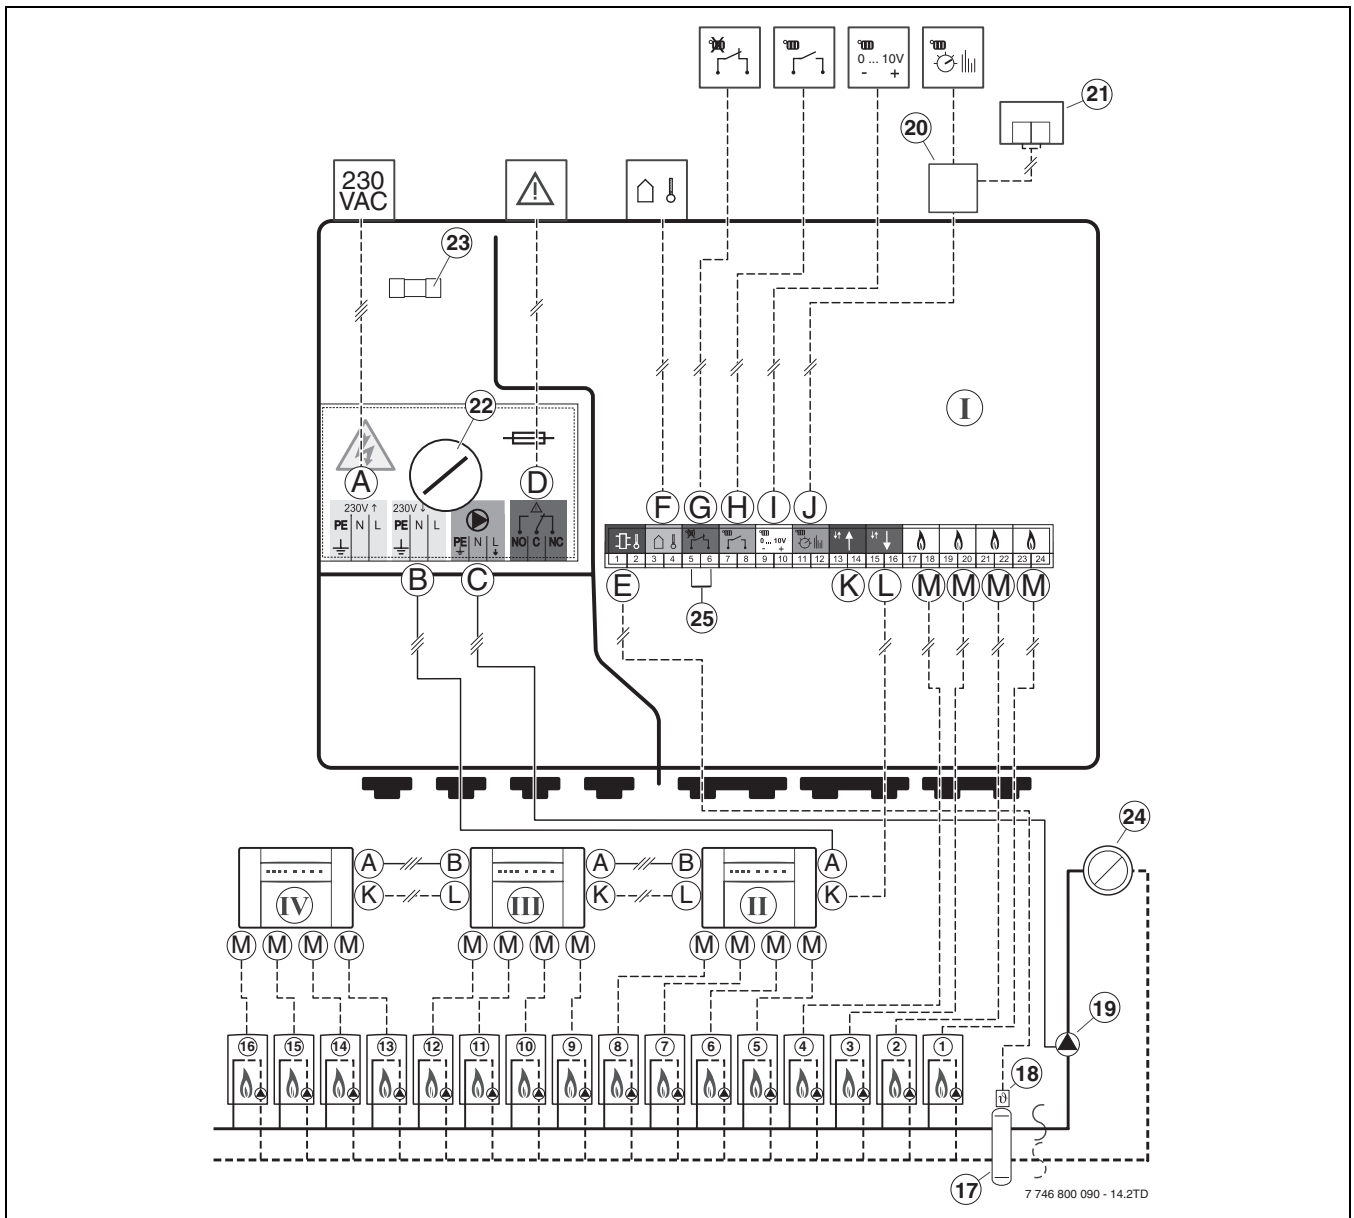

Fig. 5
1) figure 5, page 29
Les modules ICM pilotent les chaudières en fonction des besoins calorifiques calculés par un thermostat. Pour une régulation en fonction des besoins calorifiques, les modules ICM doivent toujours être installés en association avec par le thermostat (→ figure 5, bornes H, I ou J). Il existe quatre variantes de système possibles selon le thermostat utilisé (→ tableau 5).
Un module ICM peut commander au maximum quatre chaudières. En raccordant jusqu'à quatre modules ICM, il est possible de brancher en cascade 16 chaudières au maximum (→ figure 5). Un module ICM commande alors la cascade (ICM maître).
Cette variante du système présente un autre avantage : la possibilité de communication des modules pour la commande des circuits de chauffage (IPM) à l'aide du module ICM via le bus commun parallèle au raccordement J sur le module de communication des ICM (→ figure 5 en page 29). Ce système garantit l'adaptation optimale de la quantité de chaleur produite par tous les circuits de l'installation de chauffage aux besoins réels. Grâce à cette variante du système, l'installation de chauffage assure un confort optimal pour une économie d'énergie maximale.
Les autres modules existants le cas échéant, comme p. ex. le module IPM (→ pos. 21 dans la figure 5, page 29), doivent être raccordés au BUS du thermostat (parallèlement au raccordement J sur le module ICM).
Afin d'éviter tout problème de contact au niveau des bornes de l'ICM maître, l'utilisation d'une boîte de dérivation est recommandée (→ pos. 20 sur la figure 5, page 29).
- Respecter impérativement les schémas de connexion lors du câblage (→ figure 5, page 29).
(Schéma de connexion → figure 5 page 29) : Un témoin lumineux de panne peut p. ex. être branché sur un contact de dysfonctionnement libre de potentiel (bornes D). L'état du contact de dysfonctionnement est également indiqué via une LED sur l'ICM (→ tableau 9 page 36). En état de fonctionnement normal, le contact est ouvert entre C et NC (C et NO fermés). En cas de panne ou de coupure de tension, le contact est fermé entre C et NC (C et NO ouverts).
Lorsqu'elle est associée à un thermostat à liaison BUS bifilaire, raccorder impérativement la sonde de température extérieure AF 2 au module ICM (ICM maître) (→ figure 5, page 29) et non à la chaudière.